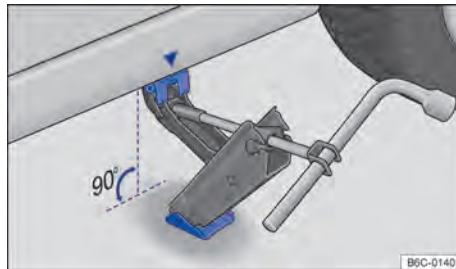

Fig. 163 Puntos de apoyo del gato y gato posicionado atrás en el lado izquierdo trasero del vehículo.
9. Garantizar que la base del gato, con toda su superficie, esté sobre el piso y que la base se encuentre perpendicularmente por debajo del punto de colocación → fig. 163. ▶
10. Alinear el gato y, simultáneamente, levantar la garra del gato hasta que se encaje en el travesaño debajo del vehículo → fig. 163.
- Posicionar el gato únicamente en los puntos indicados. La garra del gato debe encajarse en el perfil del larguero de forma segura → fig. 163.